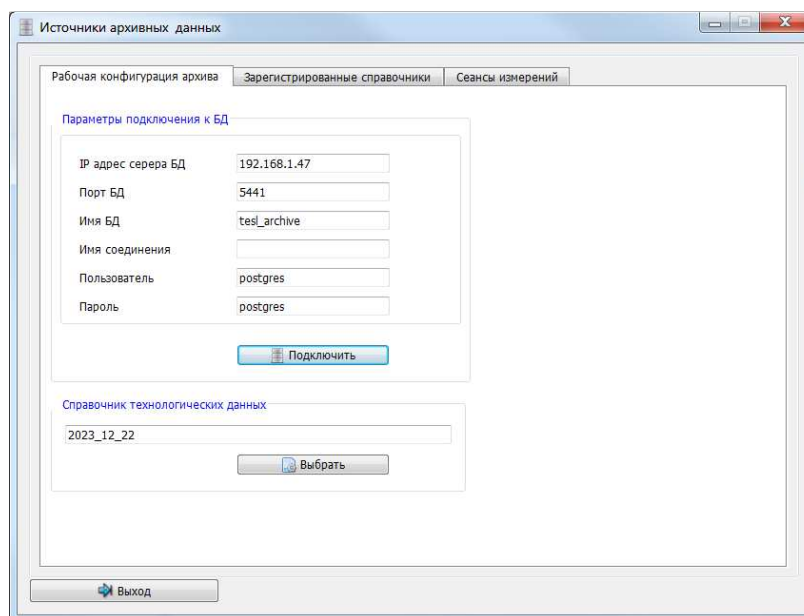

Рис. 3.23.34 – Окно «Источники архивных данных», вкладка «Рабочая конфигурация архива»
Окно «Источники архивных данных» предназначено для сохранения настроек подключения к БД, отображения зарегистрированных справочников и списка сеансов измерений Вид окна показан на рис. 3.23.34.
- «Рабочая конфигурация архива» – устанавливаются параметры подключения к БД (рис. 3.23.34);